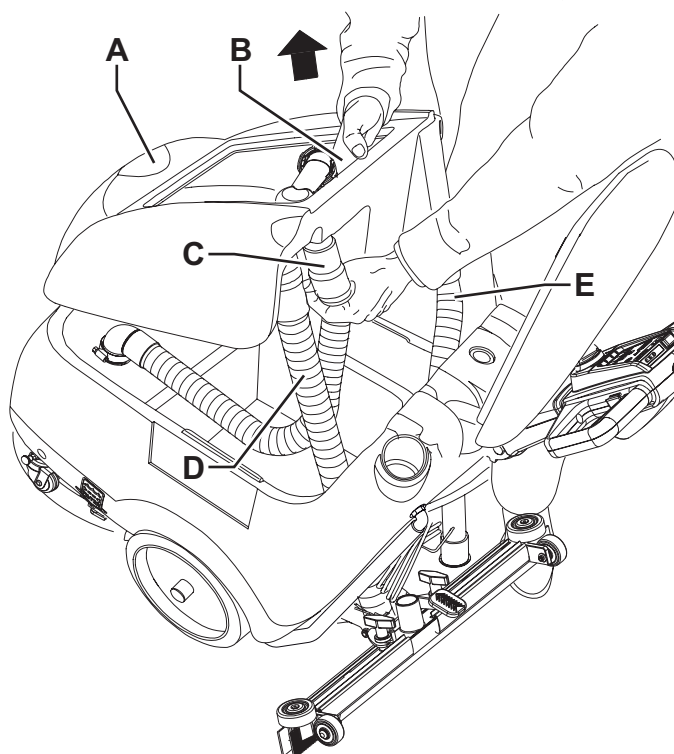

Figure 2
7. Déconnecter le tuyau d'aspiration (22) de l'embouchure (11).
8. Déconnecter le tuyau de vidange de l'eau de récupération (16) du support (17).
9. Ouvrir le couvercle (6).
10. Saisir le réservoir de l'eau de récupération (A, Fig. 2) dans la zone (B) et le soulever légèrement.
11. Déconnecter le tuyau d'aspiration (C) du réservoir, puis déposer le réservoir (A) avec les tuyaux correspondants (D) et (E).
12. Installer les batteries dans la machine selon le schéma de branchement (51).
13. Remonter le réservoir (A) en exécutant les étapes de 7 à 11 dans l'ordre inverse.